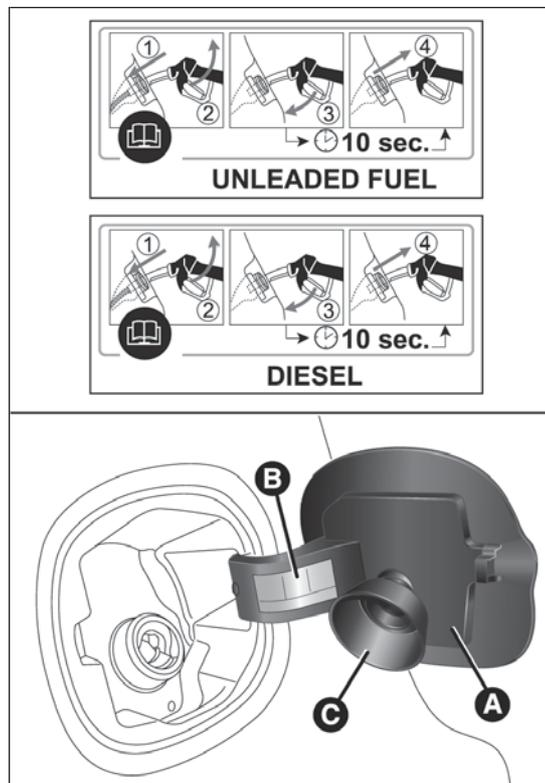

fig. 126
El procedimiento de repostado descrito a continuación se indica en la placa B fig. 126, situada en el interior de la tapa del depósito de combustible. En la placa también se indica el tipo de combustible (UNLEADED FUEL=gasolina, DIESEL=gasóleo).
- abrir el portón A fig. 126 tirando hacia el exterior;
La tapa A fig. 126 dispone de un capuchón guardapolvo C que, con la tapa cerrada, impide que queden restos y polvo en el extremo de la boca de llenado.